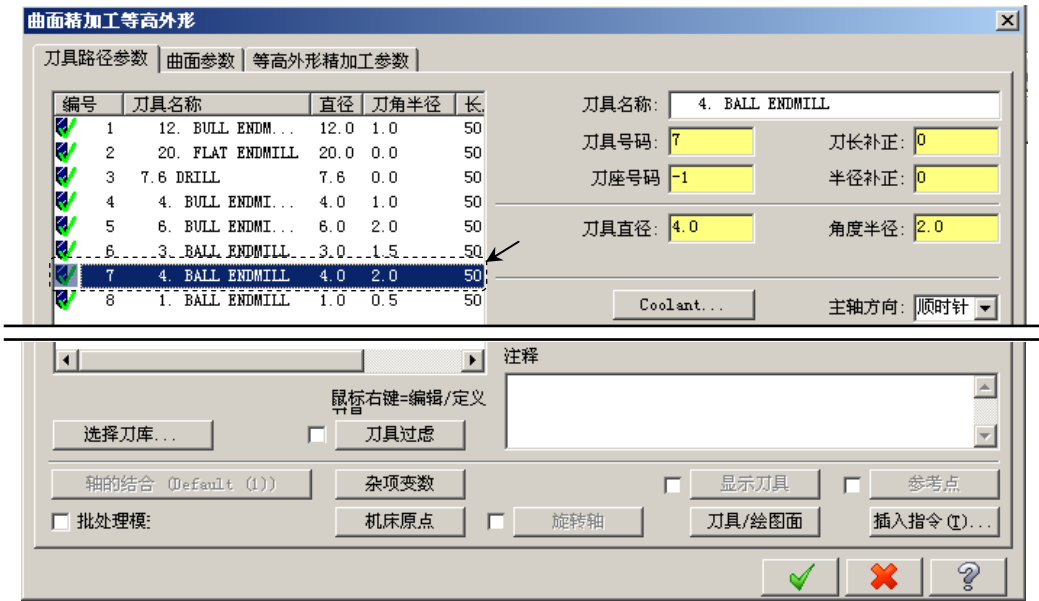

图 20.51 “刀具路径参数”选项卡
Step3. 选择刀具。在“曲面精加工浅平面”对话框中, 取消选中 **刀具过虑** 复选框, 然后选择图 20.51 所示的刀具。